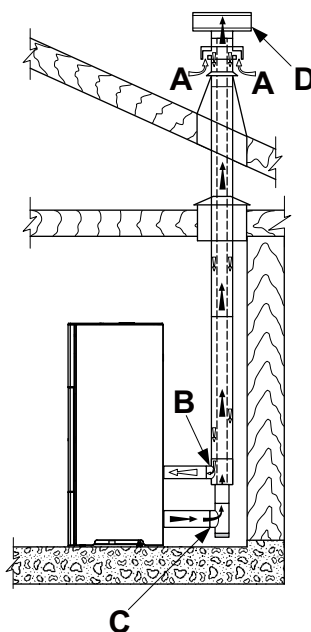

fig. 5.5
- Kanalisierung der Verbrennungsluft durch Nutzung eines koaxialen Auslassrohrs für Abgasabführung und Luftentnahme; daher ist im Raum kein klassischer Lufteinlass erforderlich (Abb. 5.5 A, B = Lufteintritt C, D = Rauchaustritt);
Bei Installation eines Pelletofens der raumluftunabhängigen Serie „Ermetica“ kann ein spezifisches koaxiales Rohr verwendet werden, über das sowohl die Rauchabführung als auch die Kanalisierung der Verbrennungsluft von außen möglich ist (Abb. 5.5 A, B = Lufteintritt C, D = Rauchaustritt).